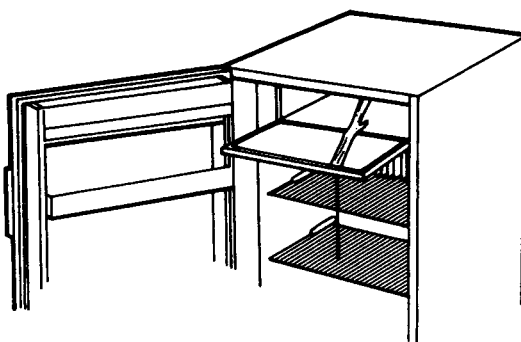

Figura 10: Descongelado del refrigerador
- 2 Desconecte el refrigerador y abra la puerta de éste y del congelador, como se ilustra en la figura 10.